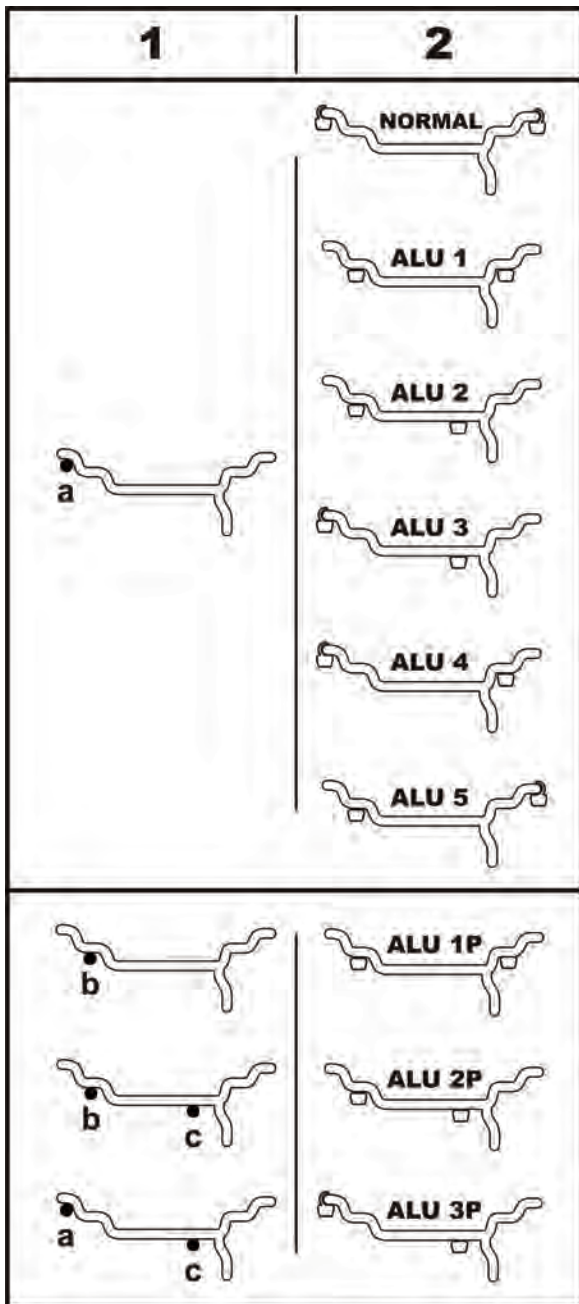

Figure 18
La Fig. 18 indique les positions de palpation correctes du bras SAPE (1) en fonction des positions d'application des masses nécessaires (2), masses adhésives et masses à ressort.